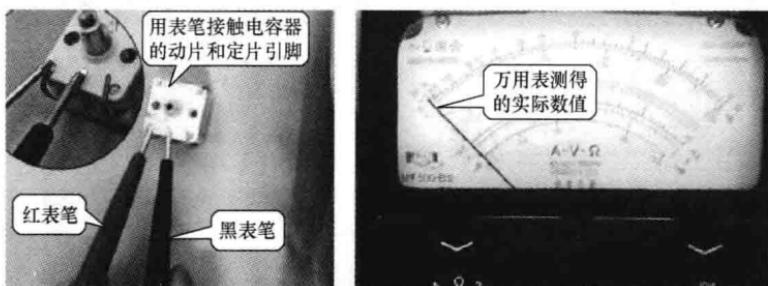

图 4-28 检测可变电容器（一）
- (1) 将左边转换开关旋至 Ω 挡，右边转换开关旋至 $R \times 10k$ 挡。
- (2) 将两表笔进行短接，欧姆调零。
- (3) 将万用表的两只表笔分别接在可变电容器的动片和定片引脚上，此时万用表的指针应指向无穷大，如图 4-28 所示。